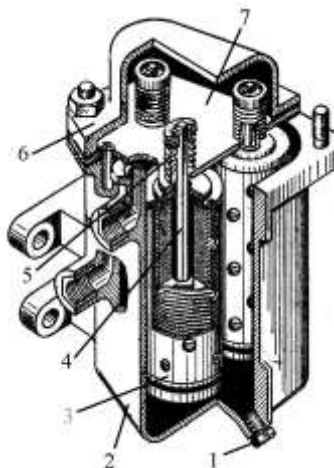

Рис. 3
4. Зніміть з двигуна паливний фільтр тонкої очистки. Розберіть фільтр. Користуючись рис.3, ознайомтесь з будовою і принципом дії фільтра тонкої очистки: